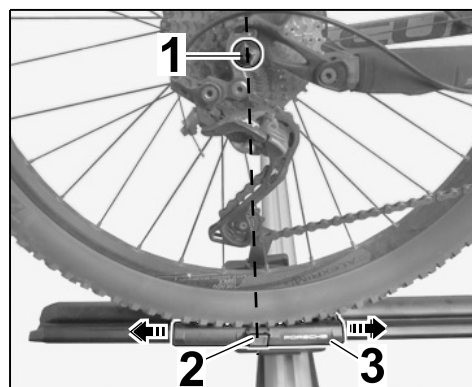

Figura 34
7.3.4 Colocar el alojamiento de rueda (traseira) del siguiente modo: Corregir la posición del alojamiento de rueda empujándolo ⇒ *Figura 34 -flechas-* hasta que el cierre tensor quede justo encima del centro de la rueda (⇒ *Figura 34 -Línea de puntos vertical-*).